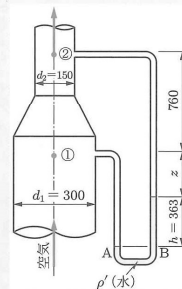

図 3.24
**例題 3.10** 図 3.24 のような管系に空気が流れている。断面①における圧力が、 $258\text{kPa}$  (abs)、温度が  $27^\circ\text{C}$  で、示差マンメータが水柱  $363\text{mm}$  を示している。空気の気体定数  $R = 287.0\text{J}/(\text{kg}\cdot\text{K})$  として、空気の質量流量を求めよ。ただし、空気の密度は断面①、②間で変わらず、また、エネルギー損失も無視する。